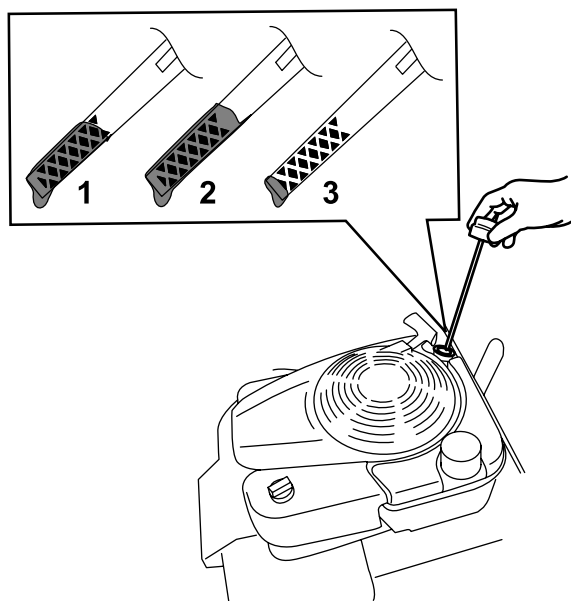

Рисунок 29
- Извлеките масломерный щуп, повернув крышку против часовой стрелки и вытянув его (Рисунок 29).
- Определите уровень масла по отметкам на щупе (Рисунок 29).